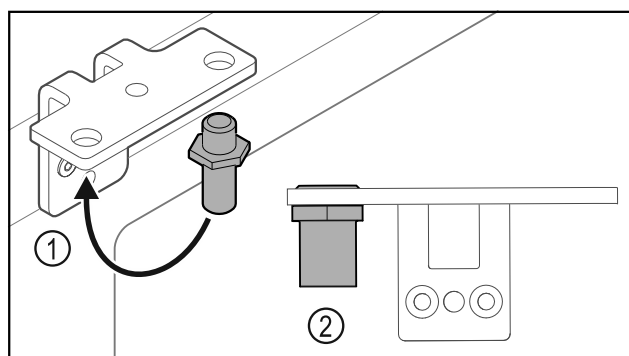

Fig. 36
- Pārļieciet tapu Fig. 36 (1) lokāmajā kronšteinā.
- Pievelciet tapu Fig. 36 (2) ar **griezes momentu 12 Nm**.